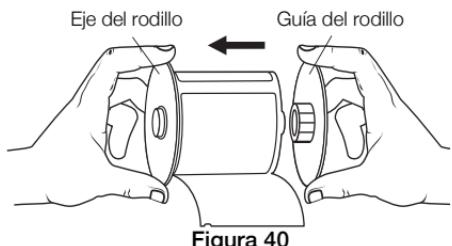

Figura 40
- 4 Sujete el eje del rodillo con la mano izquierda y coloque en él el rollo de etiquetas de modo que la alimentación de las mismas se lleve a cabo desde la parte inferior y el borde izquierdo del rollo de etiquetas esté pegado al lado del rodillo. Ver Figura 40.